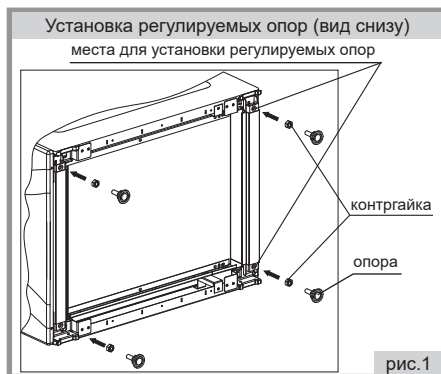

рис.1
2. Ввернуть опоры в места для установки опор, предварительно выставив их на нужную высоту (рис.1).